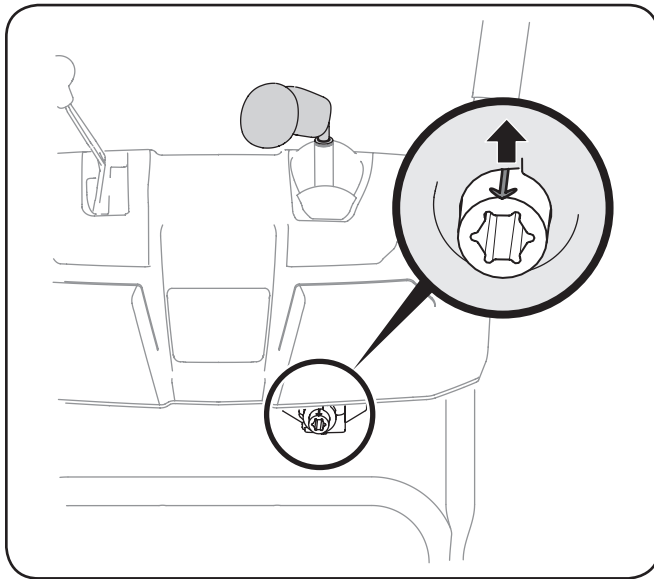

Figura 3-7
5. Gire la palanca de control hasta que la flecha indicadora plateada en el engranaje del piñón por debajo del panel de control señale hacia arriba. Consulte la Figura 3-7.